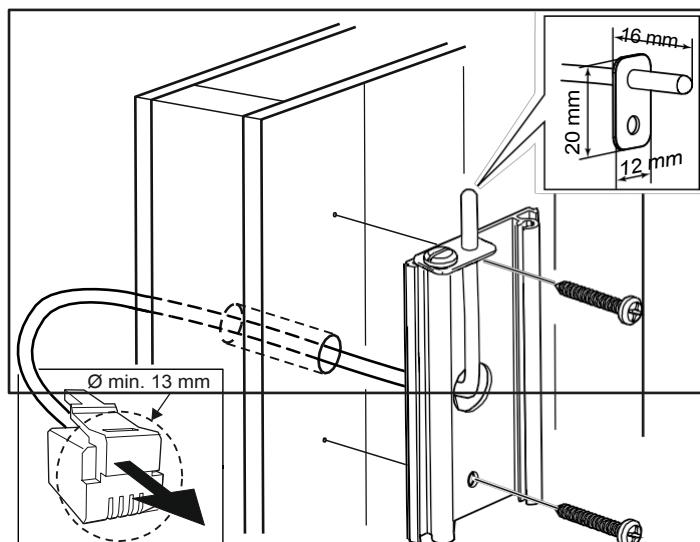

Figura 13: Cablaggio attraverso la parete.
9. Installare il sensore sulla parete (vedere la Fig. 12). Il cavo del termistore può anche essere fatto passare attraverso la parete. Sigillare eventuali fori nella parete dietro il sensore (vedere la Figura 13). Il cavo del termistore può essere prolungato all'esterno della sauna utilizzando un cavo a bassa tensione (a 2 conduttori).